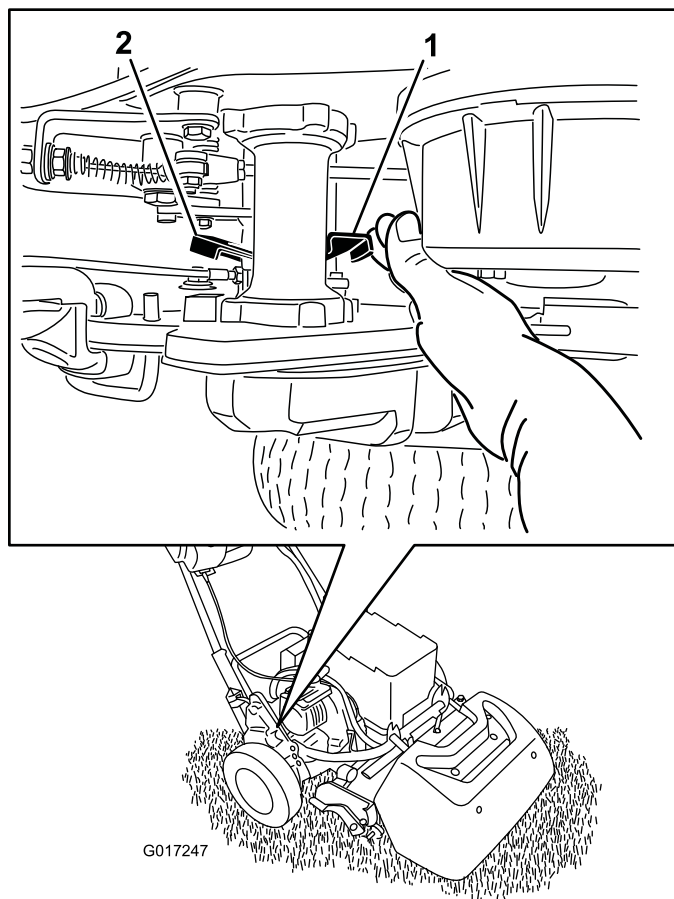

図 38
1. 機体の右後ろ角部にある走行解除レバーを探し出す走行ハウジングドラムの隣にある 図 38。